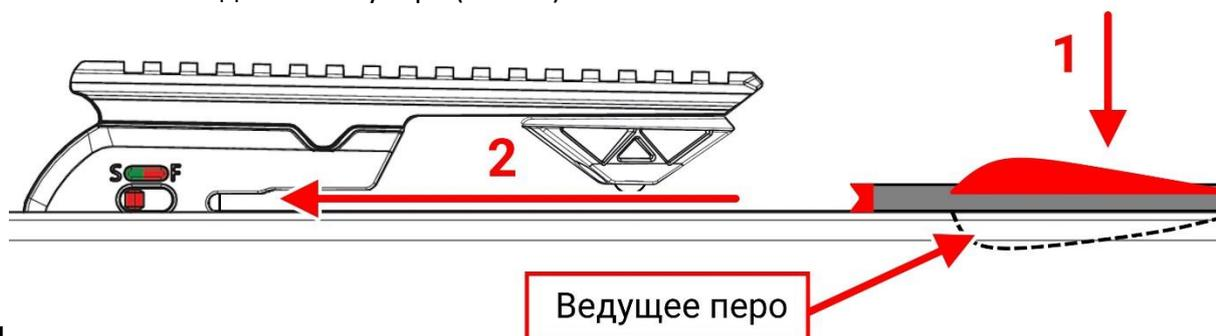

Рис.11
3. Уложите стрелу ведущим пером в паз направляющей арбалета и задвиньте ее под прижимной шарик в спусковой механизм до самого упора (Рис.11).